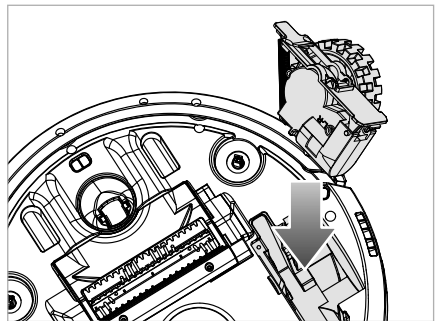

Abb. 23
- 4) Setzen Sie das Rad 20/34 wieder in das Radfach (siehe Abb. 23).